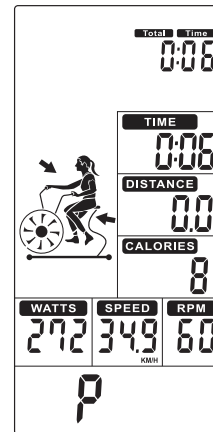
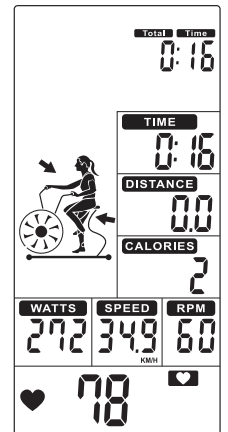

FIGURA 17
FIGURA 18
- En el modo de espera, presione START (TECLA 8) para comenzar a entrenar rápidamente, sonará una alerta audible durante 1 segundo. TIEMPO TOTAL / TIEMPO / DISTANCIA / CALORÍAS / WATTS / VELOCIDAD / RPM comienza a contar (Figura 17).
- Siempre que haya una señal de pulso, el símbolo ♥ parpadeará y mostrará el valor del pulso (Figura 18). Sin ninguna señal de pulso, mostrará "P" (Figura 17).